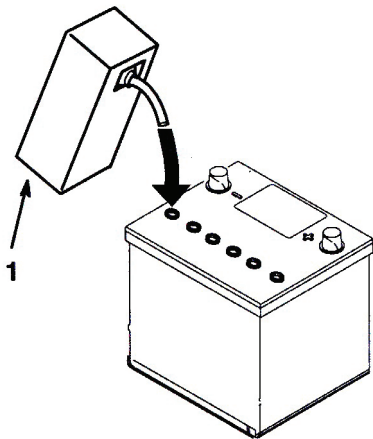

図3
4. 電解液が電極板に吸収されるまで、20～30分間待つ。各セルの電極板が液面下 6mm 程度に水没するように、必要に応じて電解液を補充する (図3)。